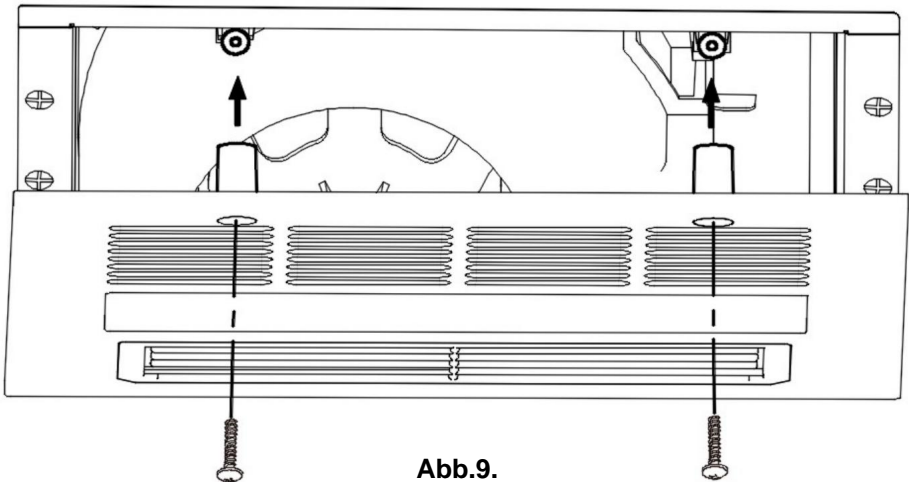

Abb.9.
10. Richten Sie die beiden Schraubbolzen des Gitters an den beiden Schraubbolzen im Lüftergehäuse aus, schieben Sie das Gitter auf Deckenhöhe und befestigen Sie es abschließend mit zwei M4x12-Schrauben. (Siehe Abb. 9.)